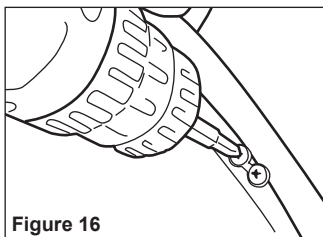

Figure 16
- Retirez les deux vis de chaque côté qui maintiennent la mentonnière en place. Conservez tout le matériel retiré pour le remonter après l'installation du système TrakLite (figures 16 et 17).